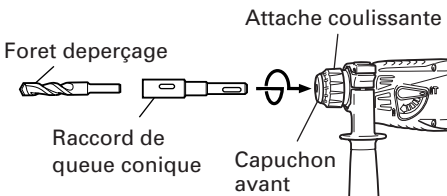

Fig. 13
- (1) Monter le raccord de queue conique sur le marteau rotatif à percussion. (Fig. 13)
- (2) Fixer la mèche (queue conique) sur le raccord de queue conique. (Fig. 13)
- (3) Mettre l'interrupteur sur la position de marche (ON) et percer un trou de la profondeur voulue.